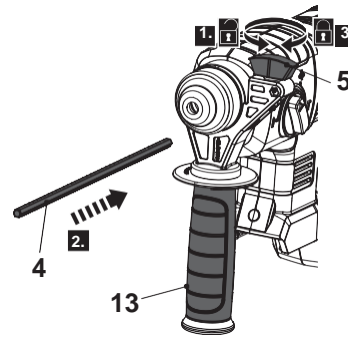

Fig. 2
1. Gire la tuerca de mariposa (5) en sentido antihorario hasta que el tope de profundidad (4) se pueda insertar (Fig. 2, paso 1).
2. Inserte el tope de profundidad (4) a través del orificio de la empuñadura auxiliar (13) (Fig. 2, paso 2).
3. Gire la tuerca de mariposa (5) en sentido horario para fijar firmemente el tope de profundidad (4) (Fig. 2, paso 3).